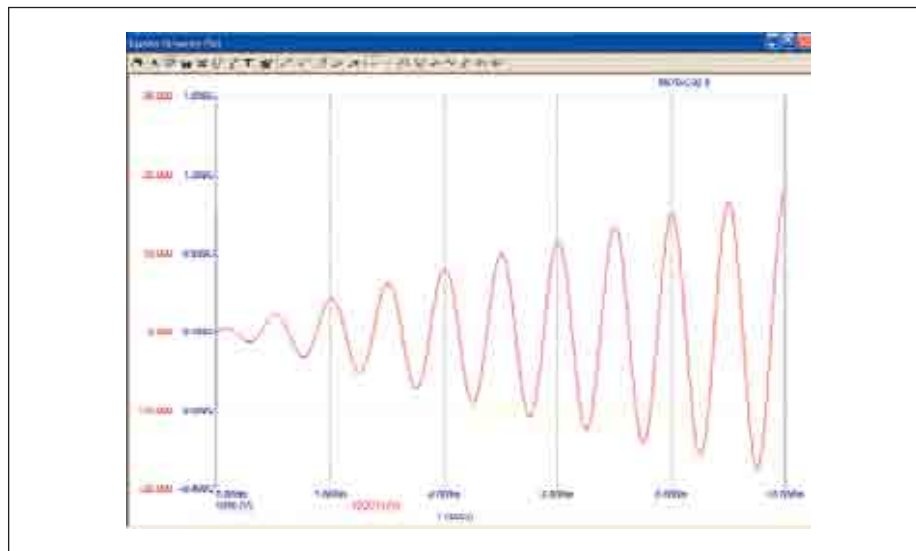

Рис. 8. Импульсная функция
- **Impulse** показывает импульсную характеристику фильтра. Импульс — от 0 до 1E9 В длительностью 1E-9 с. График импульсной характеристики показан на рис. 8.